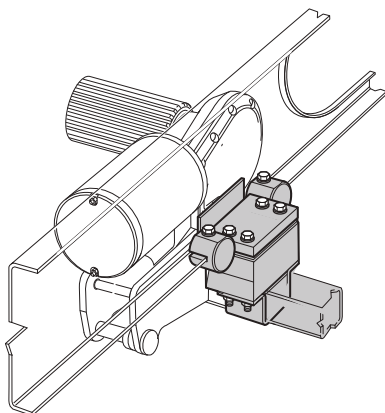

Fig. 25
- Pour les châssis avec un profilé en L et en cas de manque de place, comme les substructures ou les arêtes gênantes, le système de fixation court est utilisé (Fig. 25).